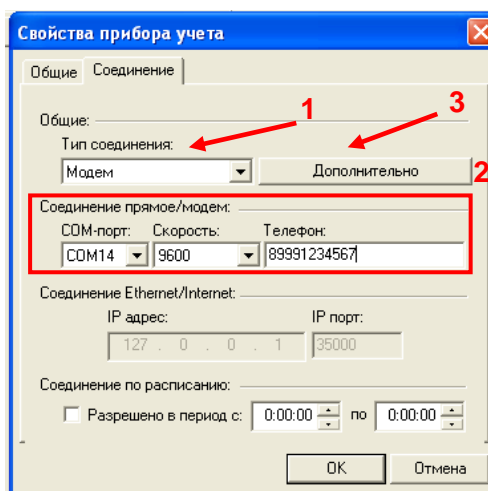
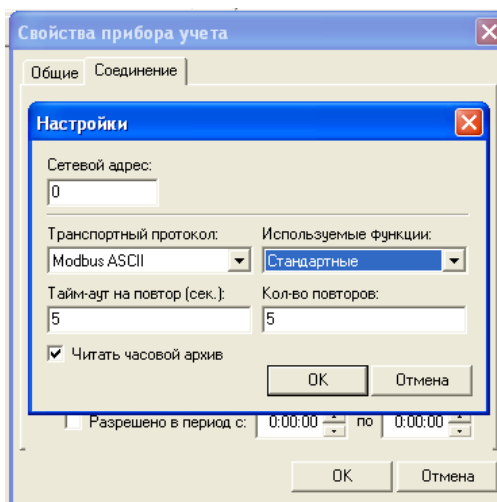

Рис. 4.4 Программа «Архиватор» — «Свойства прибора учета» — Соединение
Рис. 4.5 Программа «Архиватор» — окно «Настройки»
1. В окне **Свойства прибора учета** откройте вкладку **Соединение**. В выпадающем списке параметра **Тип устройства** выберите **Модем** (см. 1, Рис. 4.4).
2. В блоке **Соединение прямое/модем** (см. 2, Рис. 4.4) укажите номер COM-порта компьютера, задайте скорость передачи данных 9600 бит/с, укажите номер SIM-карты модема.
3. Нажмите **Дополнительно** (см. 3, Рис. 4.4) – откроется окно **Настройки** (см. Рис. 4.5). В выпадающем списке параметра **Транспортный протокол** выберите MODBUS ASCII. Задайте параметр **Таймаут на повтор** равным 5 сек, параметр **Кол-во повторов** – равным 5. Нажмите **Ок**.